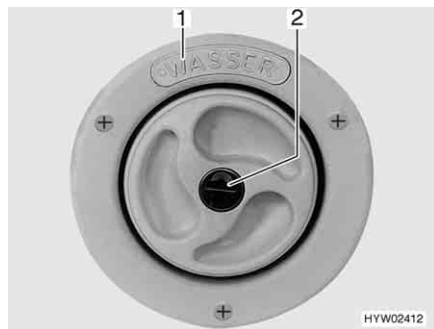
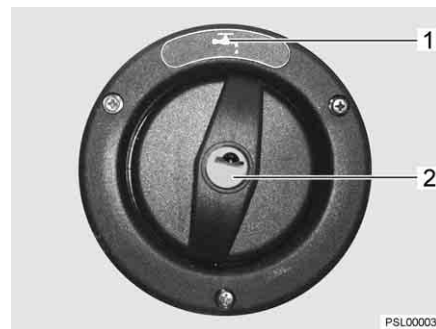

Fig. 49 Coperchio per bocchettone di riempimento dell'acqua potabile
Fig. 50 Coperchio per bocchettone di riempimento dell'acqua potabile (alternativa)
▷ Il bocchettone di riempimento dell'acqua potabile è contraddistinto dalla scritta "WASSER" (acqua) (Fig. 49,1) o con il simbolo  (Fig. 50,1).
**Apertura:** ■ Inserire la chiave nel cilindro della serratura (Fig. 49,2 o Fig. 50,2) e ruotare in senso antiorario.